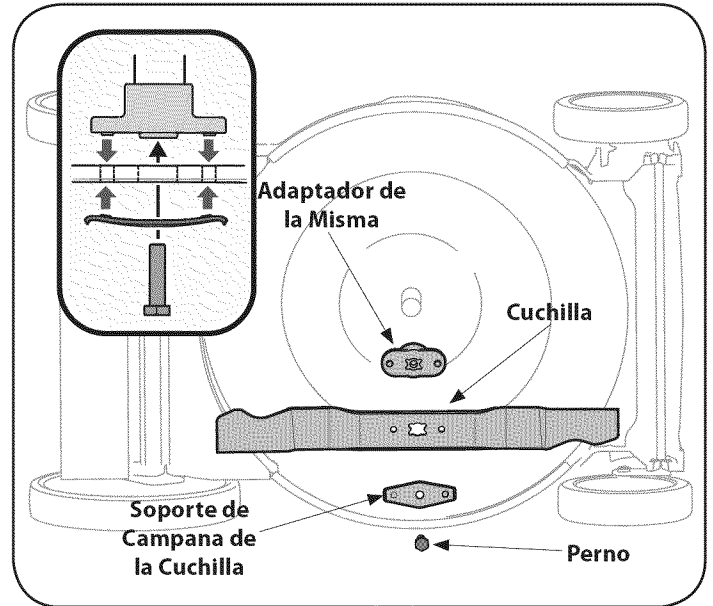

Figura 18
2. Saque el perno y el soporte de campana de la cuchilla que sostienen la cuchilla y el adaptador de la misma al cigüeñal del motor. Vea la Figura 18.